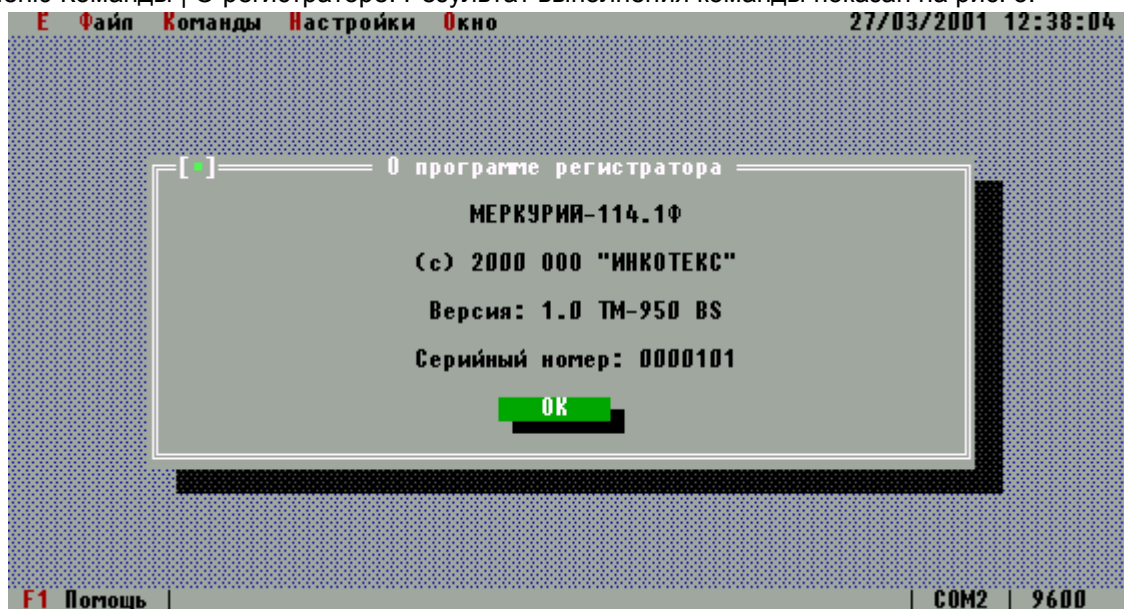

Рис. 3
5.5.3. Для идентификации версии программного обеспечения ККМ необходимо выполнить команду из меню Команды | О регистраторе. Результат выполнения команды показан на рис. 3.